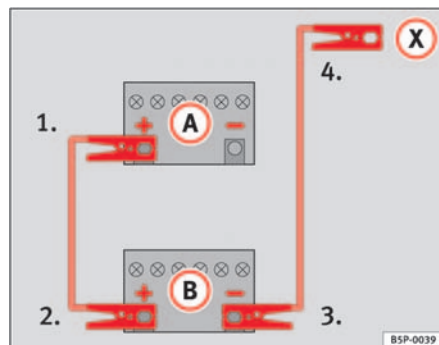

Abb. 200 Schema für das Anklemmen der Starthilfekabel
In der ⇒ Abb. 200 ist (A) die entladene Batterie und (B) die stromgebende Batterie.
1. Klemmen Sie ein Ende des roten Starthilfekabels an den Pluspol ⇒ Abb. 200 (+) des Fahrzeugs mit der entladene Batterie ⇒ ⚠.
4. Klemmen Sie das andere Ende des schwarzen Starthilfekabels (X) beim Fahrzeug mit der entladene Batterie an ein massives, fest mit dem Motorblock verschraubtes Metallteil oder an den Motorblock selbst an, jedoch nicht in der Nähe der Batterie ⇒ ⚠.